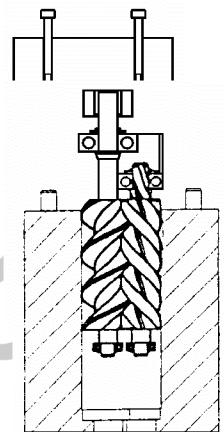

Рис.2
- выньте валик (включая шариковые подшипники, промежуточные втулки и распорки) из измерительного корпуса (рис. 2)